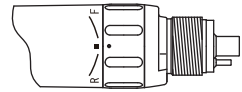

図 5
- 3) 回転を一時的に止めるときは、正逆切替リングをFとRの中間にします。(図5)